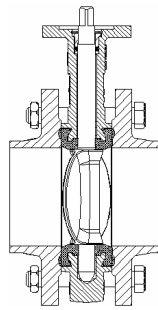

рис. 2
3. Установите заслонку между фланцами, отцентрируйте и установите болты (см. рис. 2).